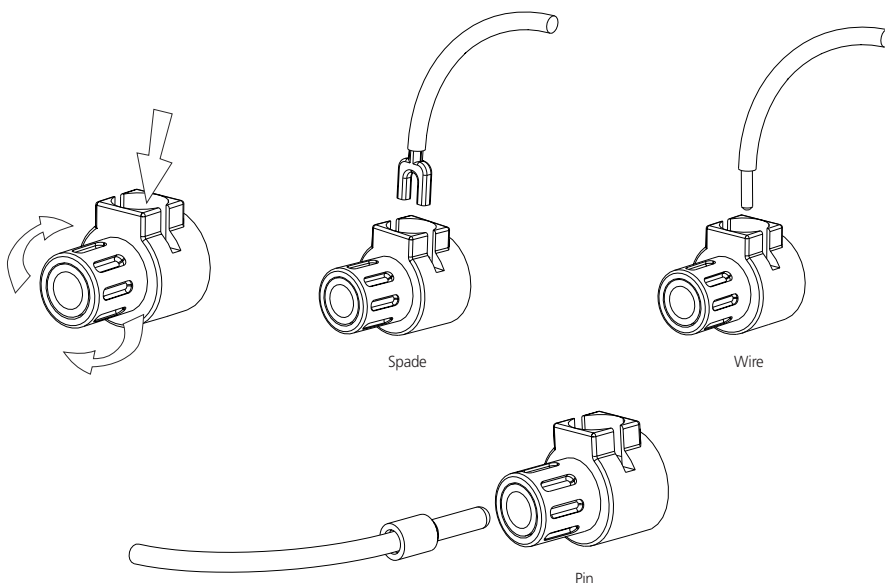

Abbildung 2
Verbinden Sie die Lautsprecherleitungen mit den Klemmen „+“ und „-“ auf der Rückwand des NAD Verstärkers der CI-Serie. Bei jedem Kanal ist die rote Klemme der positive „+“ Ausgang und die schwarze Klemme der negative „-“ oder „Masse“ Ausgang (siehe Abbildung 2).
- 1 Endhülsen: Eine Endhülse ist eine schlankes Metallröhrchen, das auf das blanke Ende eines Kabels gequetscht oder gelötet wird. Der Gewindebolzen jeder Schraubanschlussklemme enthält eine Bohrung, die Endhülsen mit einem Durchmesser von bis zu 3 mm aufnehmen kann. Lösen Sie die Plastikmutter der Schraubanschlussklemme so weit, bis die Bohrung im Gewindebolzen freiliegt. Führen Sie die Endhülse in die Bohrung ein und drehen die Plastikmutter im Uhrzeigersinn, bis sie fest sitzt (siehe Abbildung 2).
- 2 Kabelschuhe: Lösen Sie die Plastikmutter, schieben den U-förmigen Kabelschuh in den Zwischenraum unter der Plastikmutter und dem Gegenstück und drehen die Plastikmutter wieder fest (siehe Abbildung 2).
- 3 Blanke Kabelenden: Trennen Sie die beiden Leiter des Kabels (bei Paarleitungen) und insulieren an jeder Leitung ca. 1 cm ab. Verdrehen Sie in jedem Leiter die freiliegenden dünnen Litzen miteinander. Lösen Sie die Plastikmutter für „+“ und „-“, führen die blanken Kabelenden in die jeweilige Bohrung im Gewindebolzen ein und drehen die Plastikmutter wieder fest, bis sie das Kabel sicher hält (siehe Abbildung 2). Stellen Sie dabei sicher, dass keine einzelnen Drahtlitzen das Chassis oder eine benachbarte Anschlussklemme berühren. **Um sicherzustellen, dass sich die Plastikmutter nicht gelockert haben, ziehen Sie sie nach ca. einer Woche noch einmal nach.**